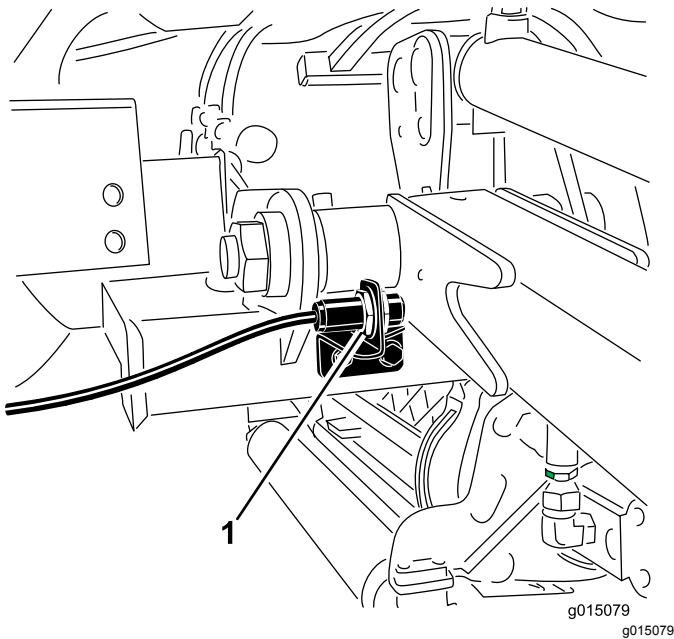

Figura 59
2. O interruptor do braço de elevação encontra-se por trás do braço de elevação direito dianteiro (Figura 59).
3. Solte os parafusos de montagem do interruptor (Figura 59) e desloque o interruptor para cima para aumentar a altura de viragem do braço de elevação ou desloque o interruptor para baixo para diminuir a altura de viragem do braço de elevação.